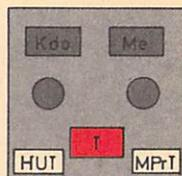

Bild 18
- (2) Während der Tastenbedienung, z. B. Sperren des Selbstblocksignals und nach dem Loslassen der Tasten bis zum Ende der Kommandoübertragung (ca. 3 s) leuchtet der Tastenmelder rot (vgl. Bild 18).